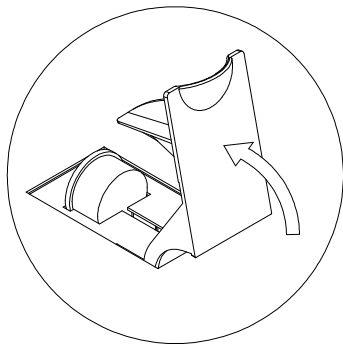
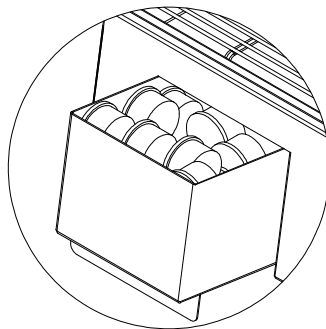

fig.1
fig.2
- Placer la tasse sous la sortie du café (D).
- Ouvrir la porte (G) située au-dessus de la machine et introduire la capsule dans le guide spécial (fig. 1).
- Fermer la porte (G) avec une légère pression.
- Lorsque la porte (G) est refermée, le poussoir qui y est relié pousse la capsule qui vient d'être introduite et cette dernière expulse la précédente en la faisant tomber dans le tiroir de collecte des capsules (F) (fig. 2).
- La capsule est portée en position à l'intérieur de la machine uniquement à l'aide du poussoir dont est doté la porte (G), **NE JAMAIS** utiliser les doigts pour cette opération.
- **NE JAMAIS** ouvrir la porte (G) pendant la distribution de la boisson.
- le remplissage excessif de capsules dans le tiroir de collecte des capsules (F) (fig. 2) peut compromettre / endommager les composants internes ! Il faut donc vider le tiroir de collecte des capsules toutes les 35 capsules.